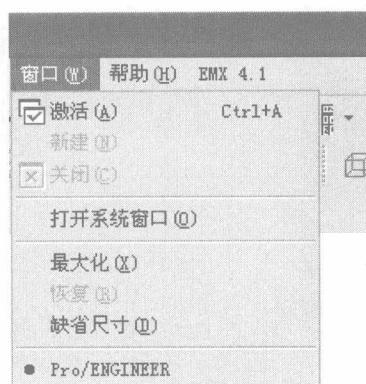

图 1-11 窗口菜单
(9)【窗口】菜单。该菜单跟一般的应用程序的【窗口】菜单一样，用于对窗口进行操作，如激活、新建、关闭一个窗口等，如图 1-11 所示。其中一个较特别的是【打开系统窗口】命令，其作用是打开一个 DOS 状态的窗口。